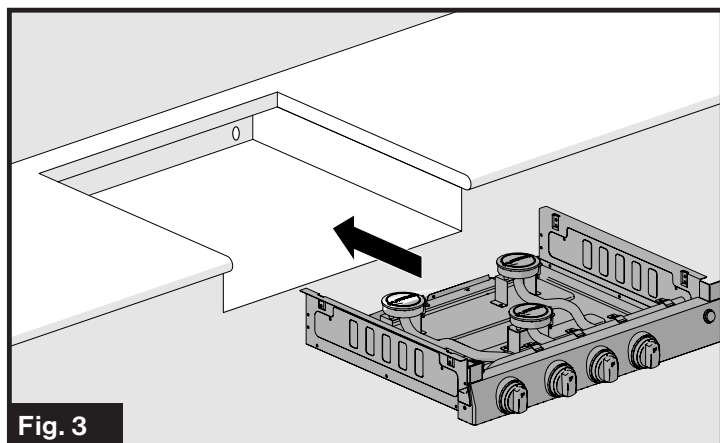

Fig. 3
- Deslice el anafe en la abertura del armario. Verifique que el anafe esté nivelado de lado a lado y de adelante hacia atrás. (Fig. 3)